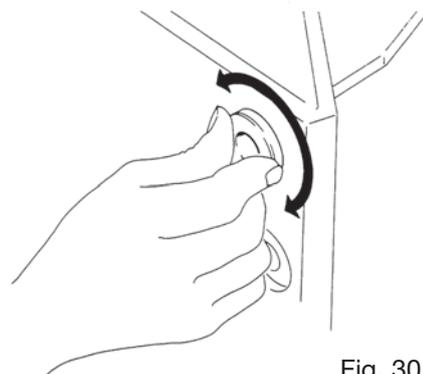

Fig. 30
- Insérez les coussinets dans les logements des poutres des sommiers ou des poutres du pont avec des mouvements de rotation (figure 30).